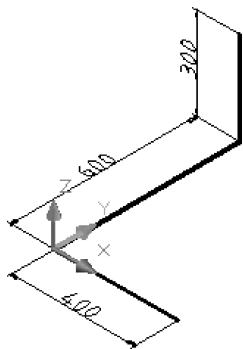
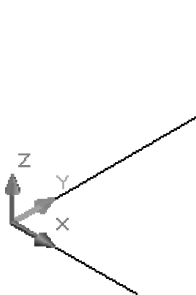
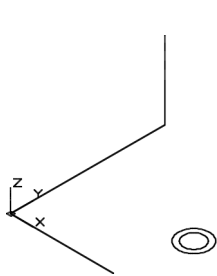

图 13-36 三维多段线
图 13-37 打开图形示例
图 13-40 创建扫掠对象
绘制三维多段线，如图 13-36 所示。提示如下。
- 4) 结果如图 13-36 所示。
- 1) 绘制或打开图 13-36 图形，结果如图 13-37 所示。
- 1) 绘制或打开图 13-36 图形，如图 13-40 所示。
- 3) 指定某处为圆心，分别输入半径 60 和 40，按〈Enter〉键，如图 13-40 所示。